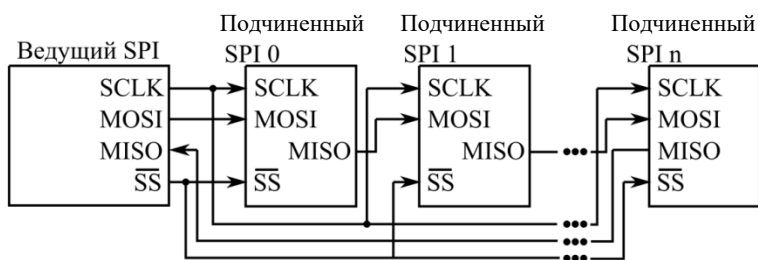

Рис. 7. Последовательное подключение SPI
- каскадное (последовательное) подключение (рис.7).